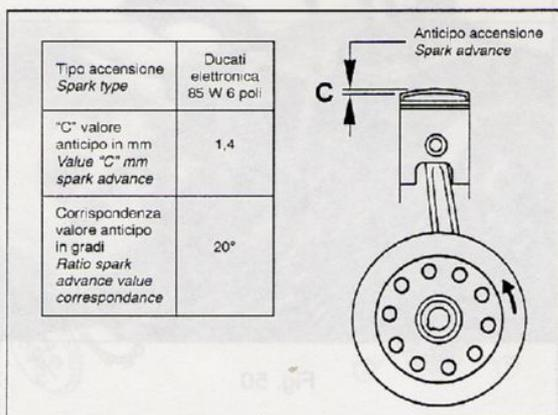

Fig. 51
- 25) CONTROLLARE la fase di accensione nel modo seguente (Fig. 51):
- Ruotare in senso orario (contrario al senso di rotazione) il rotore fino a che il comparatore non indicherà che il pistone è sceso del valore «C» (indicato in tabella e in Fig. 51).
- 25) CHECK the ignition phase as follows (Fig. 51):
- Turn the rotor clockwise (opposite direction of operation) until the dial gauge indicates value «C» (shown in the chart and in Fig. 51).